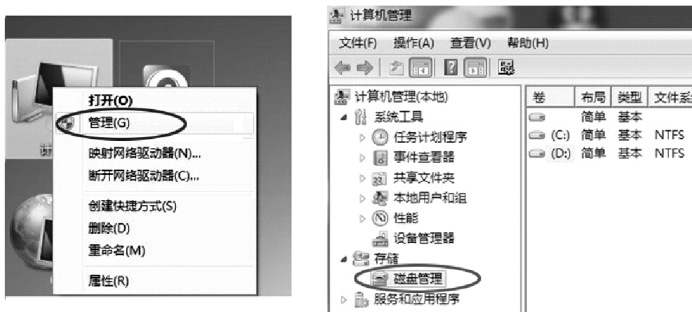

图 3-98 以管理员身份登录进入“计算机管理界面”示意图
1) 首先必须以管理员的身份登录,用鼠标右键单击“计算机”图标,在弹出的快捷菜单中选择“管理”命令,然后在打开的“计算机管理”界面左窗区域中的“存储”下面单击“磁盘管理”选项,如图 3-98 所示。